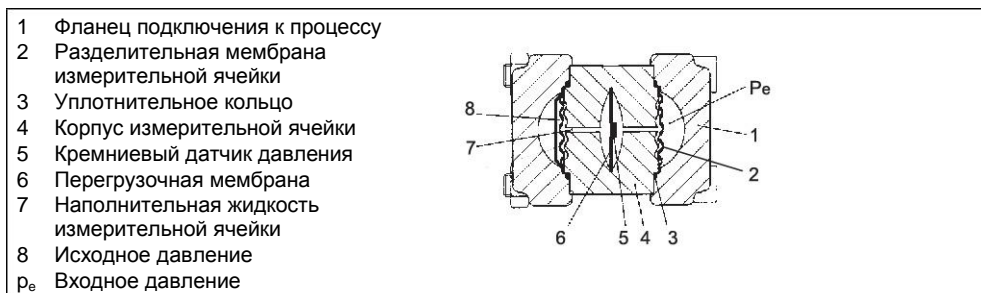

Рис. 9 Измерительная ячейка для абсолютного давления, функциональная схема
Абсолютное давление передается через разделительную мембрану (№ 6 на рис. 9, стр. 20) и наполнительную жидкость (7) на кремниевый датчик давления (3). Превышение пределов измерения вызывает прогибание перегрузочной мембраны (5), пока разделительная мембрана (6) не коснется корпуса измерительной ячейки (4). Таким образом реализуется защита датчика давления (3) от перегрузки. В результате разницы между входным ( $p_e$ ) и исходным давлением (8) на стороне низкого давления измерительной ячейки прогибается измерительная диафрагма. Кроме того, изменяется сопротивление четырех пьезорезисторов в мостовой схеме, легированной в измерительную диафрагму. При изменении сопротивления на выходе мостовой схемы создается напряжение, пропорциональное абсолютному давлению.